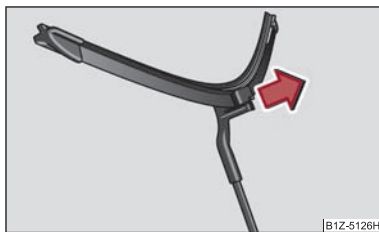

Fig. 51 Lamela ștergătorului de parbriz
- Trageți lamela în sensul indicat de săgeata ⇒ fig. 51 ⇒ ⚠.
- Rabatați brațele ștergătoarelor pe parbriz și puneți contactul. Prin apăsarea manetei ștergătoarelor în poziția ④ ⇒ fig. 51 sau la deplasarea cu viteze peste 4 km/h, brațele ștergătoarelor revin la poziția de repaus.